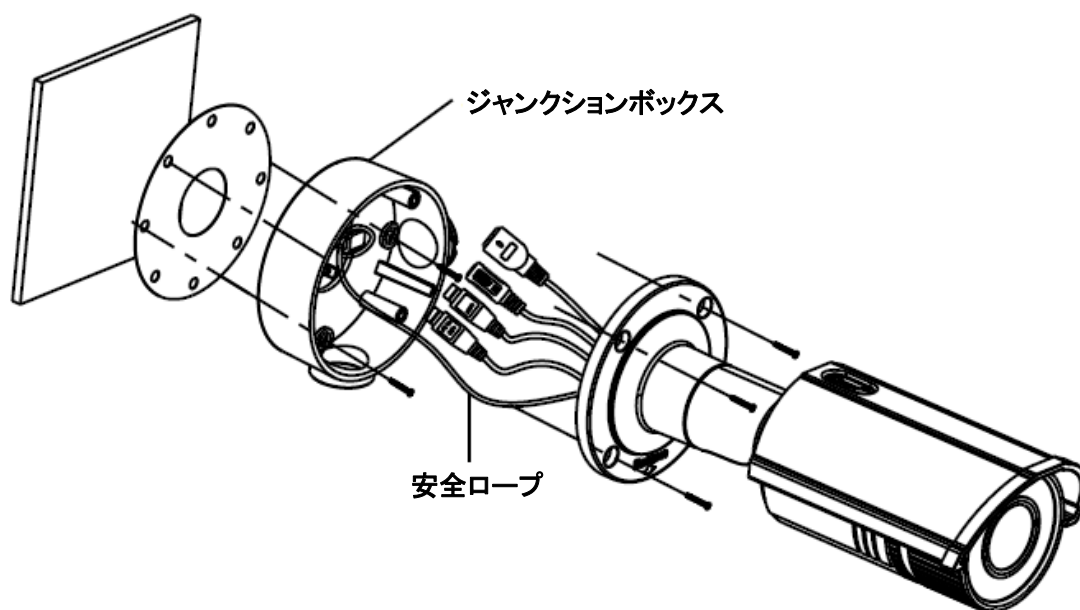

図 4-30 カメラの固定
8. 安全ロープを使用してジャンクションボックスにカメラを接続します。図 4-30 を参照してください。